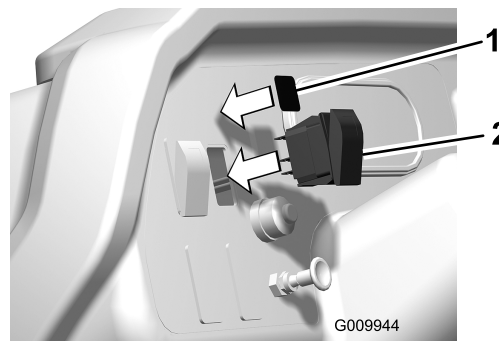

図 20
2. 開口部にスイッチをはめ込む 図 20。
3. ダッシュパネルスイッチの隣にステッカーを貼り付ける 図 20。